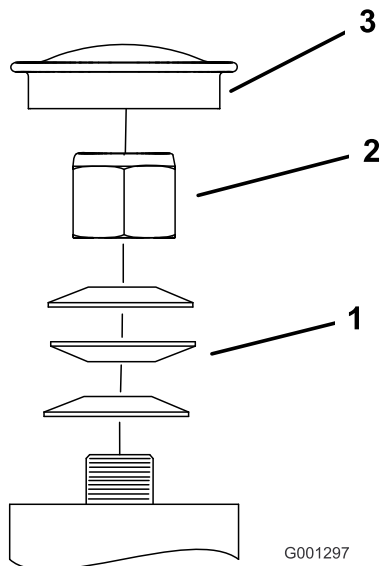

Figura 45
3. Retire el tapón anti-polvo de la rueda giratoria y apriete la contratuerca (Figura 45).
4. Apriete la contratuerca hasta que las arandelas de muelle estén planas, luego afloje 1/4 de vuelta para establecer la pre-carga correcta de los cojinetes (Figura 45).
Importante: Asegúrese de que las arandelas de muelle están correctamente instaladas, según muestra Figura 45.
5. Coloque el tapón anti-polvo (Figura 45).